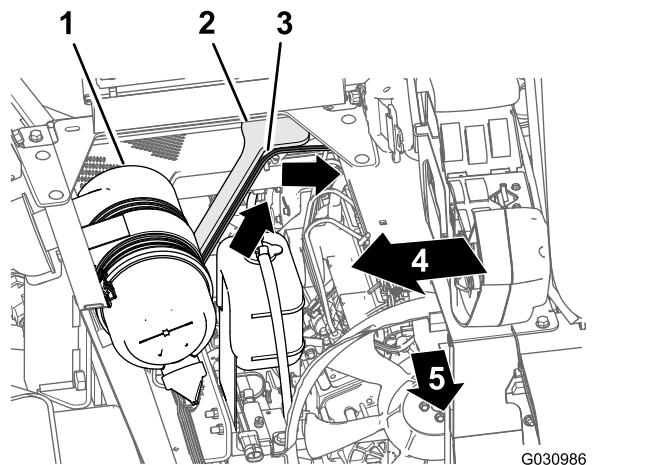

Figura 114
- Enrute la rama de 108 cm del arnés de cables hacia arriba y en la parte trasera del compartimento del motor, por el soporte derecho de la cubierta del motor, por delante del conducto que conecta el filtro de aire y el motor (Figura 114).